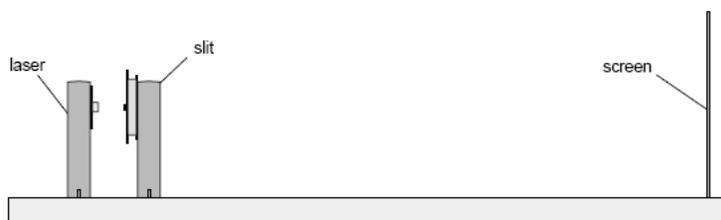

Figura 2.3 Montaje Banco Óptico
- 1) Coloque el láser en un extremo del riel óptico y a 30 mm el Disco con Múltiples Ranuras en su soporte. Ver Figura 2.3